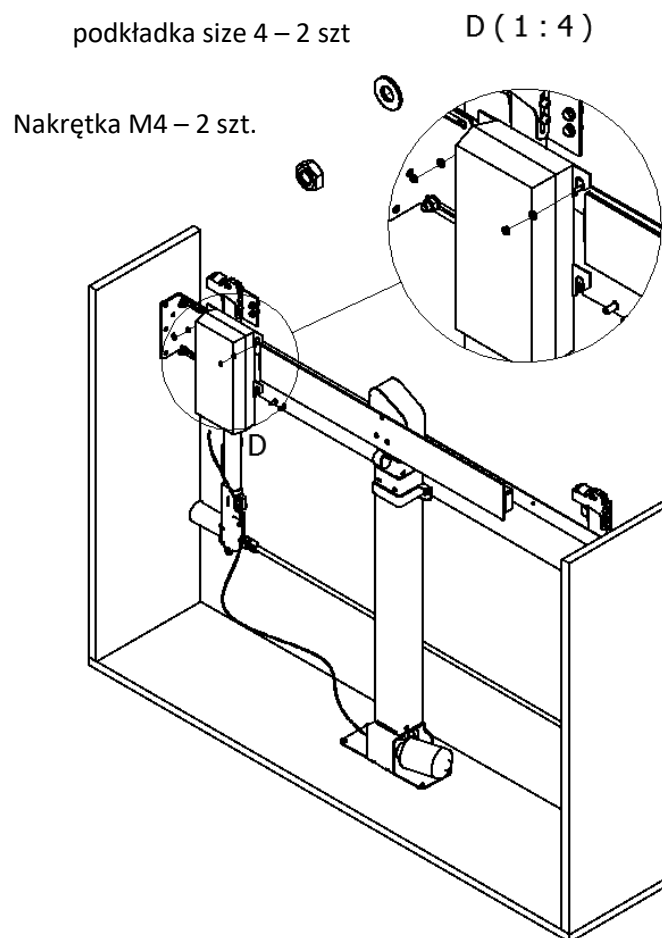

Fig.5
5. Zawieś sterownik na wieszakach, jak pokazano na rys. 5, a następnie podłącz go do podnośnika zgodnie z rys. 6.